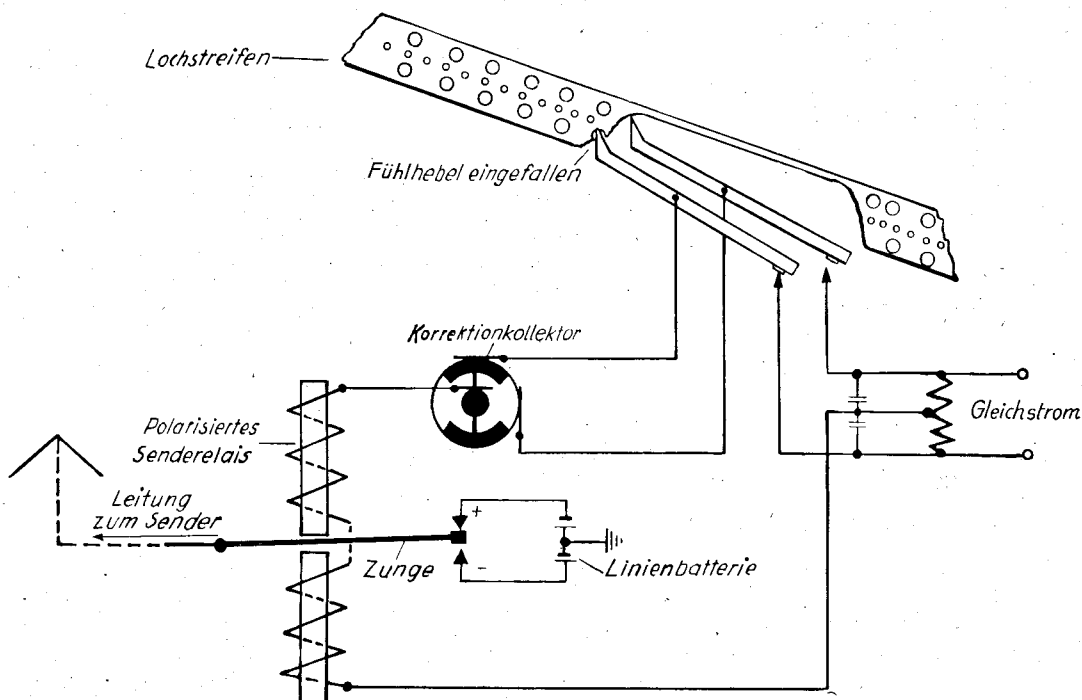

Abb. 1: Schematische Darstellung von Abtastung und Zeichengabe
| Abb. 1: Schematische Darstellung von Abtastung und Zeichen-gabe . . . . .      | 5  |
### B. Arbeitsweise (siehe Abb. 1)
Die Fühlhebel haben die Aufgabe, über den Korrektionskollektor das Sende-relais zu steuern, dessen Kontaktzunge (Z) mit der Leitung in Verbindung steht (s. Abb. 1).
Hierdurch wird das Senderelais über den Korrektionkollektor gesteuert (siehe Abb. 1 und Anl. 4). Hat der Korrektionkollektor dann die in Anlage 4 gezeichnete Stellung erreicht, so fließt der Entladestrom des Kondensators  $C1$  über das Senderelais. Die Relaiszunge  $Z$  wird an den Plus-Kontakt der Linienbatterie (bei Doppelstromtastung) gelegt, worauf ein Plus-Impuls in die Leitung geht und die Tastung des Morsezeichens beginnt. Bei Einfachstromtastung wird lediglich der Taststromkreis des Senders geschlossen. Nachdem in gleicher Weise der Abfühlschuh des Fühlhebels  $n$  eingefallen ist, wird der Kontakt  $b$  geschlossen. Sobald der Korrektionkollektor über Segment  $c$  und Bürste 3 den Stromkreis des Senderelais schließt, entlädt sich der Kondensator  $C2$ . Die Relaiszunge  $Z$  wird umgelegt, wodurch ein Minus-Impuls in die Leitung gesendet (Doppelstrom), bzw. die Tastleitung stromlos gemacht wird (Einfachstrom).